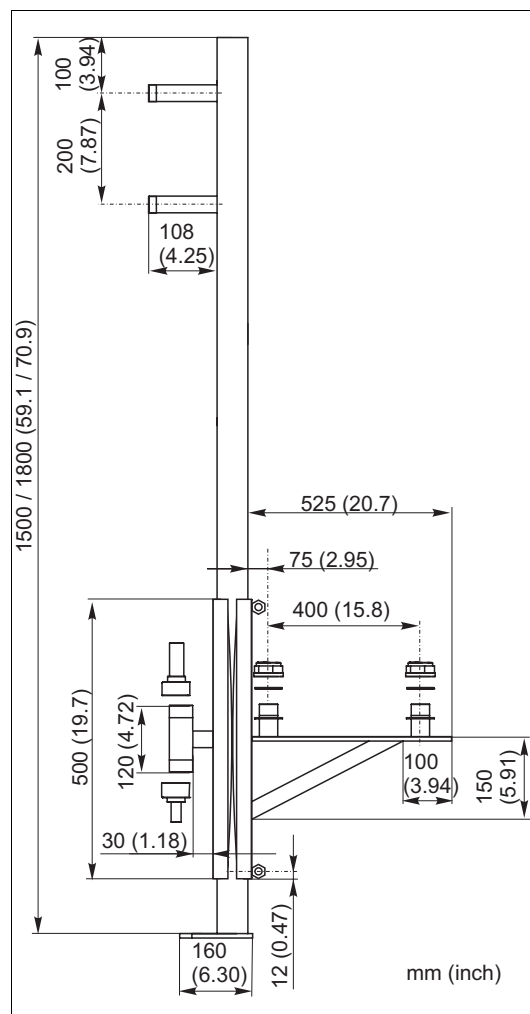

Fig. 2: Sostegno per canale aperto, vista laterale
-  2 Questo simbolo indica un riferimento incrociato per una figura specifica (ad es. fig. 2).